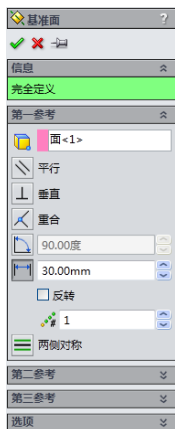
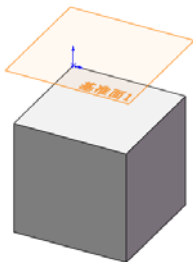

图 6-28 “基准面”属性管理器
图 6-29 添加基准面后的图形
**04** 添加基准面。在菜单栏中选择“插入”→“参考几何体”→“基准面”命令,或者单击“特征”工具栏中的“基准面”图标按钮,系统弹出如图 6-28 所示的“基准面”属性管理器。在“选择”一栏中,选择视图中的面 1;在“偏移距离”一栏中输入 30mm,并调整基准面的方向。单击属性管理器中的“确定”图标按钮,添加一个新的基准面,结果如图 6-29 所示。